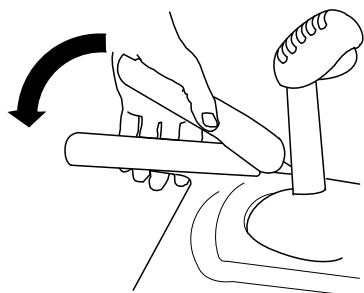

Рисунок 17
1. Для включения привода тяги прижмите левый рычаг (тяги) к рукоятке (Рисунок 17).